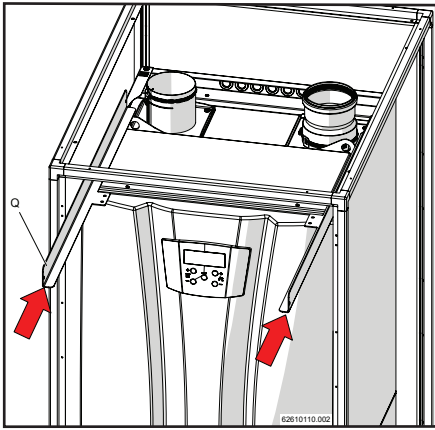
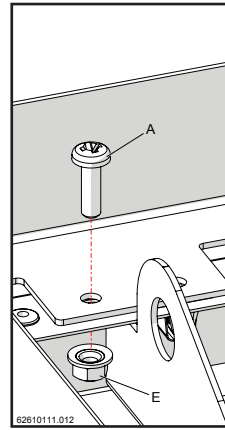
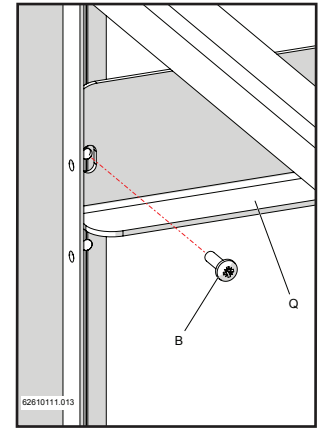

Figure 15-12
Figure 15-14
Figure 15-15
- 7.- Insérer la partie supérieure des supports de montage "Q"(figures 15-12 e 15-13). Appliquer la vis "A" avec l'écrou "E" pour fixer les supports sur l'appareil (figure 15-14) et la vis "B" pour fixer les supports sur le cadre pour la couverture extérieure (figure 15-15).